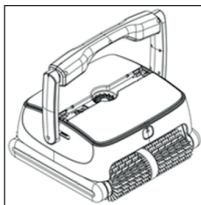

Figure 1
- Appuyez sur le bouton d'ouverture à l'avant du nettoyeur (voir figure 1)